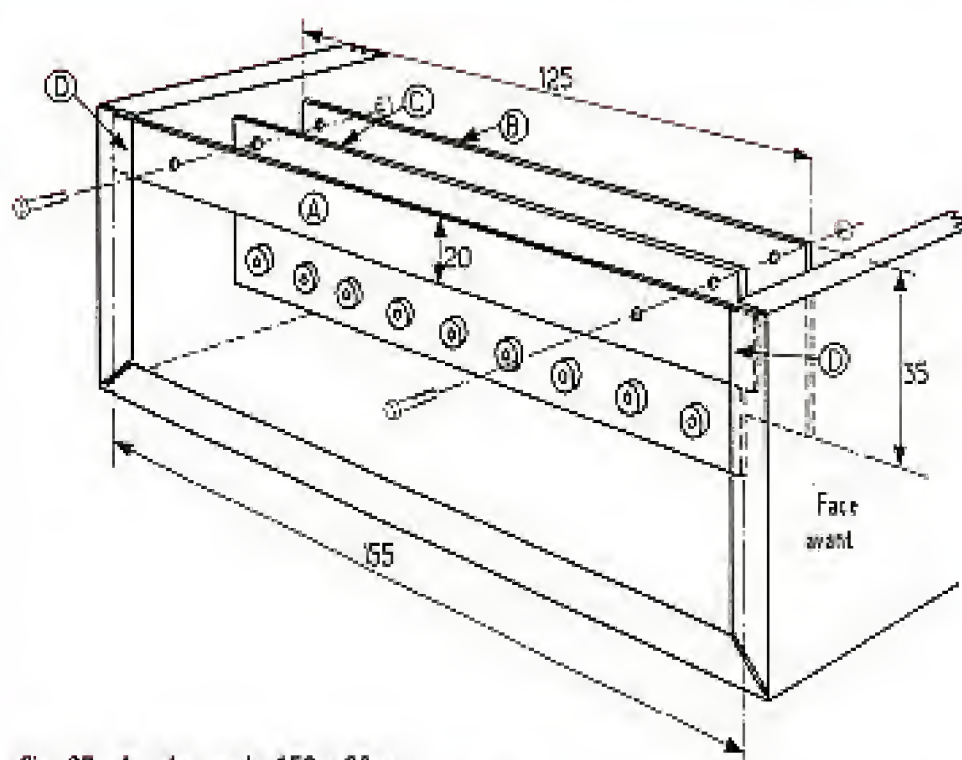

Fig. 37 : A - plaque alu 150 x 20 mm
- mettre en place les blindages des atténuateurs, découpés dans de l'aluminium ou du cuivre, comme l'indiquent les figures 37 et 38.